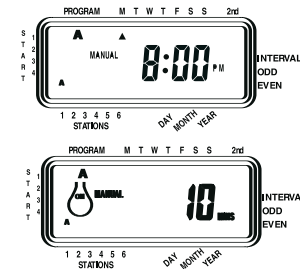

Figure 12: Arrosage manuel en programme A ou B uniquement
- Pour activer chaque station à laquelle une durée d'arrosage a été assignée pour le programme A **uniquement**, appuyer sur la touche **MANUEL**, et ensuite sur la touche **SUIVANT**. Cela activera les stations auxquelles des durées d'arrosage ont été attribuées en programme A uniquement. Pour initier l'arrosage semi-automatique, appuyer sur **ENTER** [Voir Figure 12].